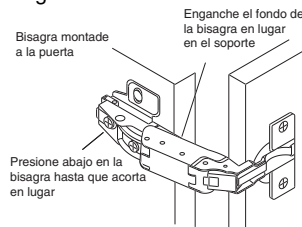

Fig. 8
- Compruebe la puerta para saber si hay la alineacion apropiada. Si la puerta necesita ser ajustado por favor refiera a los procedimientos de ajuste en fig. 8.